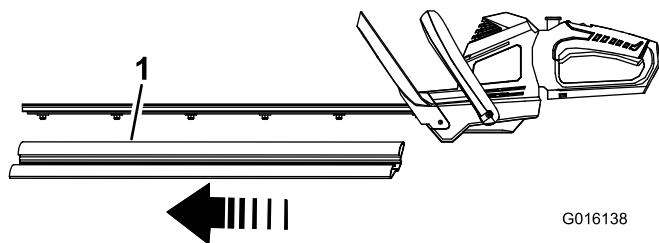

Figura 1
1. Retire la funda protectora de las cuchillas (Figura 1).